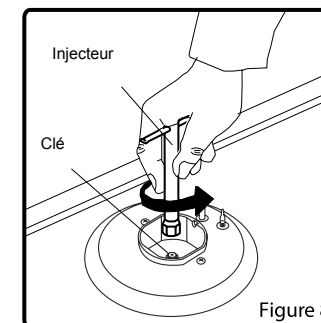

Figure 8
- Dévisser les injecteurs. Utilisez à cet effet une clé de 7 mm (Figure 8).